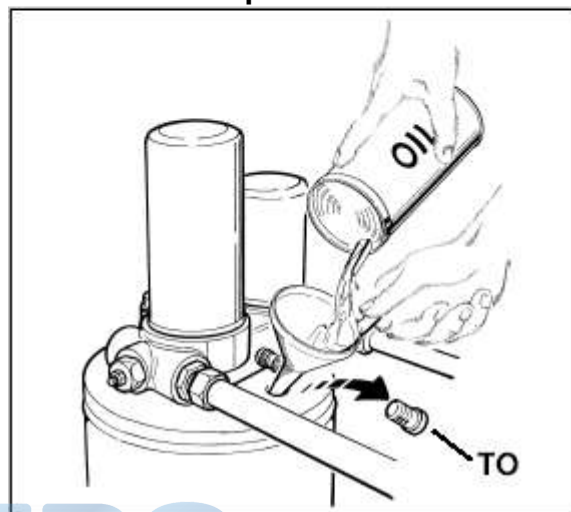

рис.15.
- ☐ Открутить пробку маслоналивной горловины **ТО**, не потеряв при этом прокладку (**рис.15**). Используя воронку, залейте масло (**рис.15**).